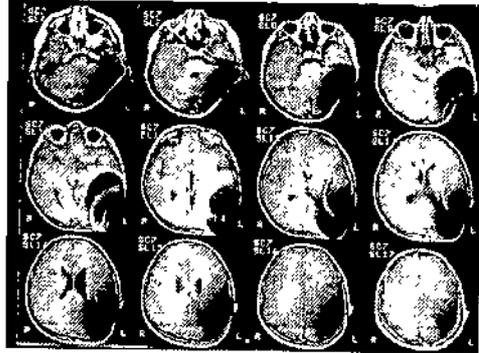

Figura 19 Imágenes de RM obtenidas con un escáner 1,5T (niño de 8 años).
- Se esperan artefactos de imagen (consulte la Figura 19).